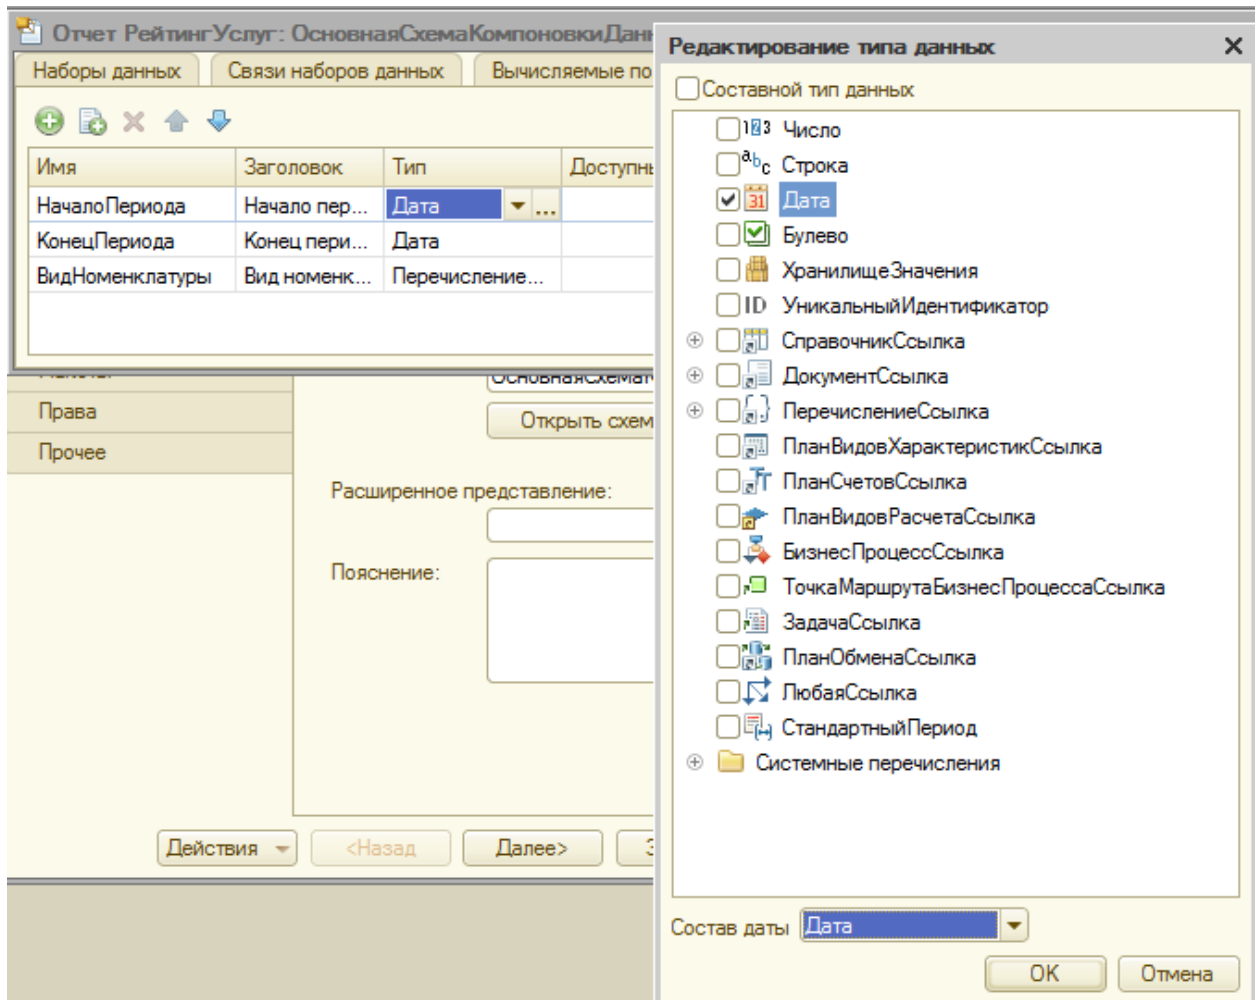

Рисунок 75 Изменение типа Дата
13. В параметрах отчета на вкладке **Параметры** добавьте возможность выбора по датам вида номенклатуры. Нажмите кнопку «...», выберите тип **Дата**, для **состава даты** укажите **Дата** (рис. 75).